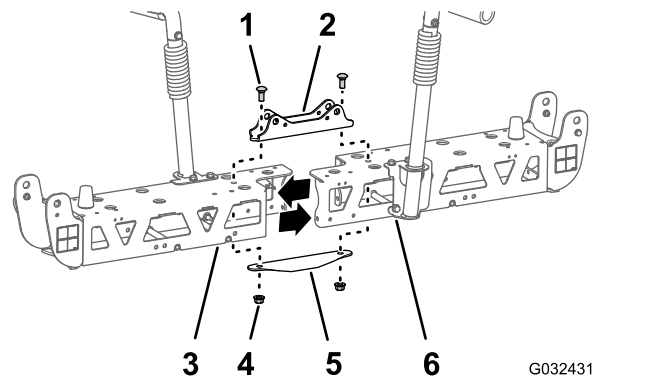

Bild 53
2. Entfernen Sie die zwei Schlossschrauben (1/2" x 1-1/4") und die zwei Sicherungsmutter (1/2"), mit denen die schmale Zylinderbefestigung, die linken und rechten Trägerrahmen und die schmale Verbindungsplatte befestigt sind (Bild 53).